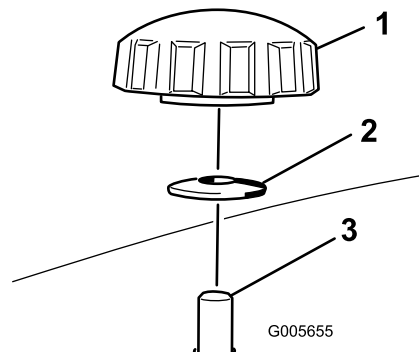

Figura 29
4. Retire los 2 pomos y las arandelas curvas que sujetan el deflector derecho al cortacésped (Figura 29).
5. Retire el deflector derecho y baje el deflector de hierba sobre el orificio de descarga, según se muestra en Figura 29 y Figura 30.
5. Coloque el deflector derecho debajo de la carcasa de corte y fíjelo usando 2 pomos y las arandelas curvas (cara ahuecada hacia el cortacésped) según se muestra en Figura 29 y Figura 30.